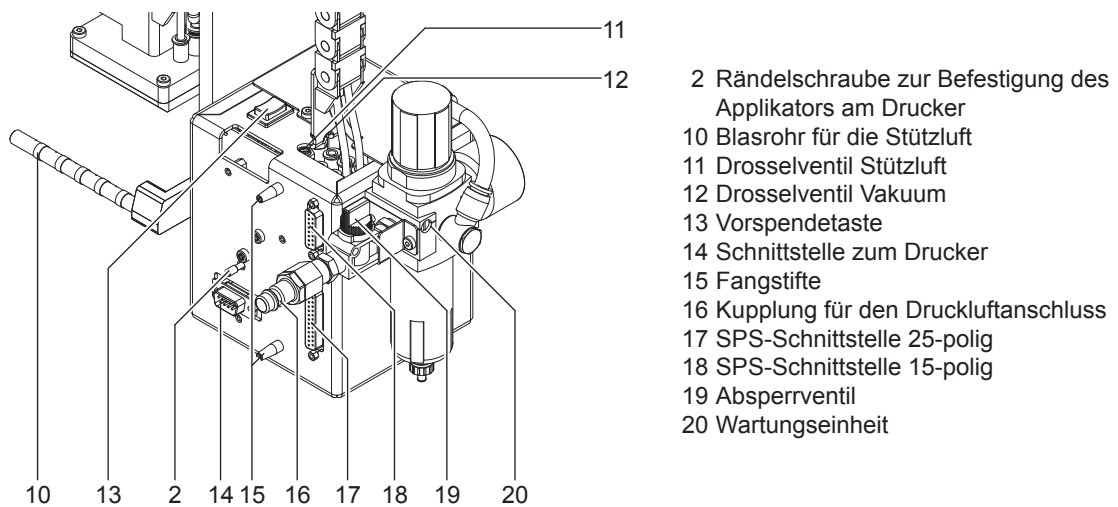

Bild 3 Rückansicht
1. Applikator (2) mit den Fangstiften (15 / Bild 3) an der Rückseite in die Bohrungen (3) des Druckers stecken.
2. Applikator gegen den Drucker drücken. Dabei wird der Steckverbinder des Applikators am Peripherieanschluss (4) des Druckers kontaktiert.
3. Applikator (2) mit Rändelschraube (1) sichern.